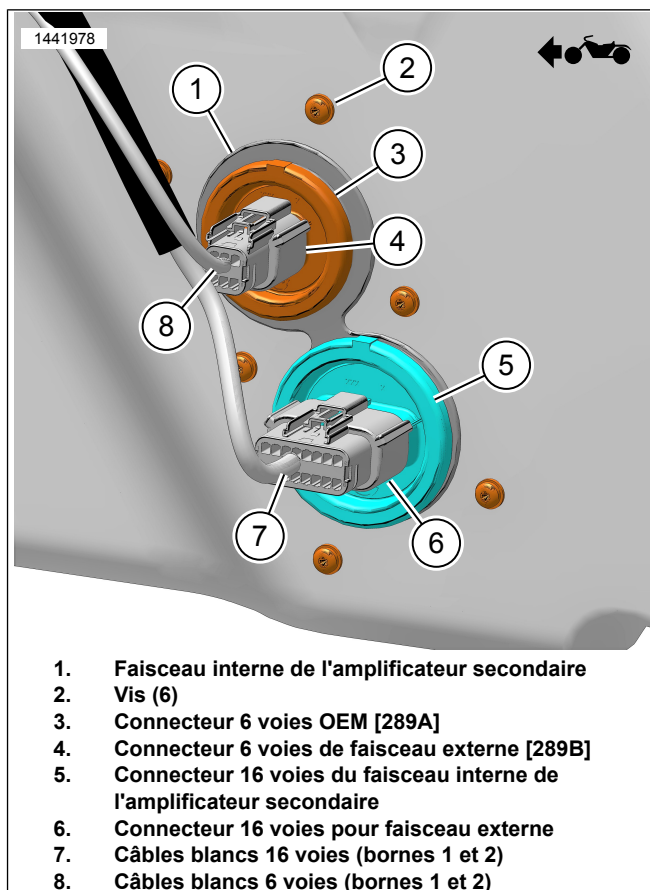

Figure 8. Fils blancs du faisceau externe (à l'extérieur de la sacoche)
1. Voir la figure 8. Utiliser un outil spécial pour retirer les bornes des connecteurs.
- a. Brancher le fil blanc/rose (8) du connecteur OEM 6 voies [289B] (4) à la borne 1 du connecteur 16 voies du faisceau de l'amplificateur secondaire [289B\_1] (7).
- b. Brancher le fil blanc/brun (8) du connecteur OEM 6 voies [289B] (4) à la borne 2 du connecteur 16 voies du faisceau de l'amplificateur secondaire [289B\_1] (7).
3. Voir la figure 8. Se servir de ruban électrique pour envelopper les extrémités des fils blancs (7) qui se trouvaient dans le connecteur 16 voies (6) ou retirer entièrement les fils du faisceau de l'amplificateur secondaire, y compris le connecteur inutilisé [350B].
4. Fixer les fils blancs non utilisés (7) en fonction des besoins.
*En l'absence de haut-parleurs de sacoche, le connecteur 6 voies du faisceau extérieur (4) ne sera pas présent. Voir la figure 8.*